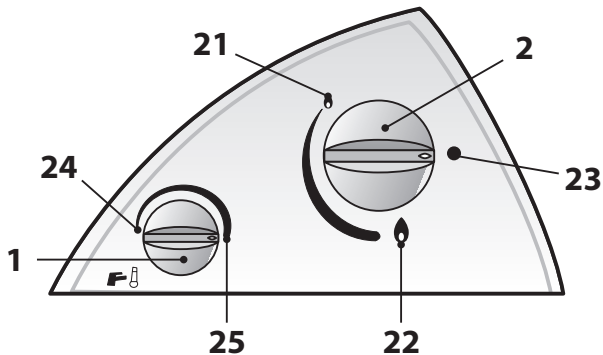

Figura 2.1
- Ruotare la manopola 2 (Figura 2.1) nella posizione 21 (funzionamento al minimo) o 22 (funzionamento al massimo) (Figura 2.1) e premerla leggermente.
Gli apparecchi sono costruiti per funzionamento con pressione normale di acqua; inoltre sono provvisti di un selettore di temperatura 1 (Figura 2.1).
**Con il selettore di temperatura ruotato completamente a destra (la temperatura dell'acqua calda diminuisce) (24 in Figura 2.1), si ottiene la massima erogazione d'acqua calda. Con lo stesso girato completamente a sinistra (la temperatura dell'acqua calda aumenta) si ottiene la minima erogazione d'acqua calda.**